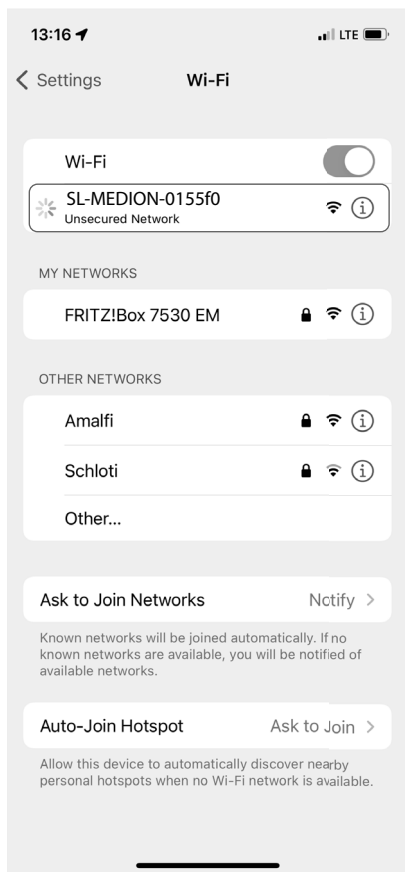

Fig. 9
- ▶ Ahora seleccione la red del robot aspirador en «Redes disponibles» en su *smartphone/tablet* **SL-MEDION-XXX** (fig. 9).